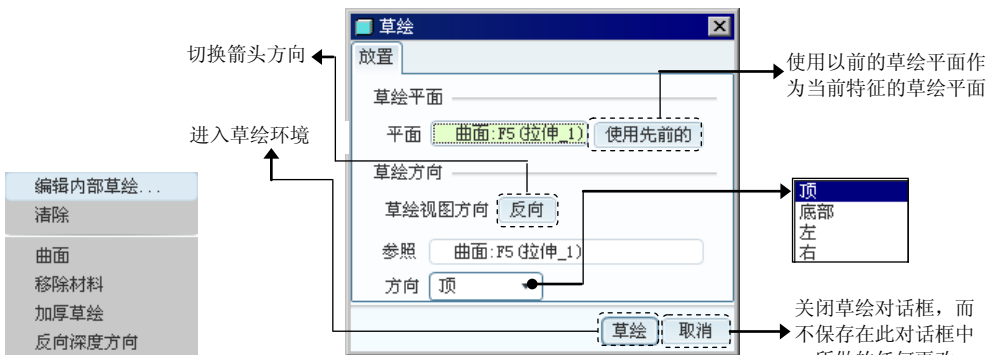

图 5.9.19 快捷菜单
Step1. 在操控板中单击 **放置** 按钮，然后在弹出的界面中单击 **编辑...** 按钮（或者在绘图区中右击，从弹出的快捷菜单中选择 **编辑内部草绘...** 命令，如图 5.9.19 所示）。